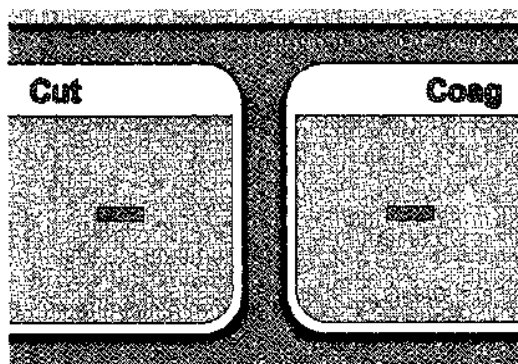

Figura 6. Pannello anteriore indicante lo schermo operativo senza dispositivi collegati
- Se il generatore viene acceso *senza dispositivi elettrochirurgici collegati* o con il solo elettrodo di ritorno del paziente collegato, il generatore visualizza lo schermo operativo con piccoli trattini nelle posizioni delle impostazioni e nessuna modalità specificata. Il pannello anteriore con lo schermo operativo senza dispositivi collegati è illustrato nella Figura 6.